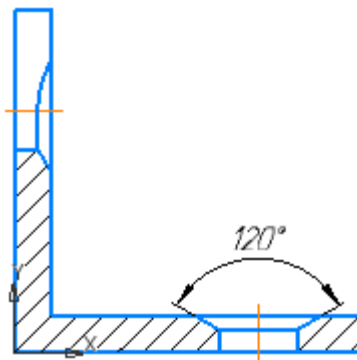

Рисунок 2
- Укажите положение размерной дуги.(рисунок 2)